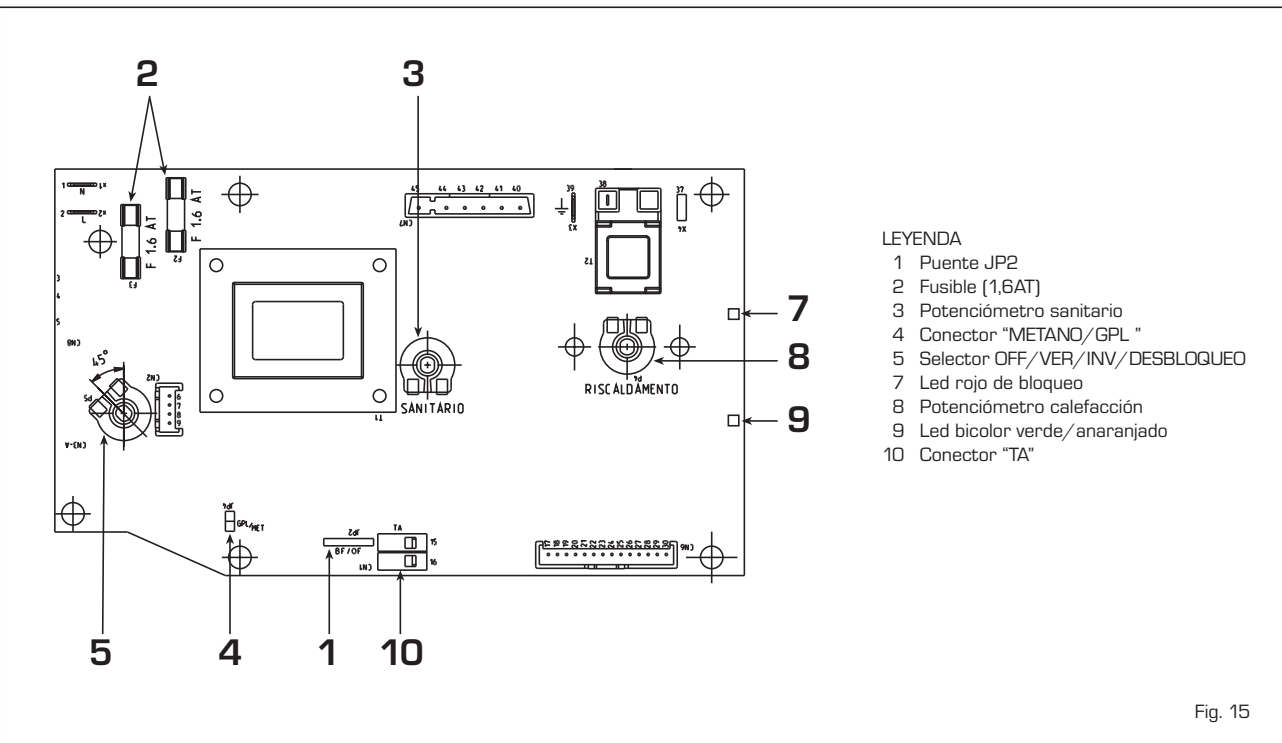

Fig. 15
La ficha electrónica presenta los dispositivos siguientes (fig. 15):
- Desmontar el colector quemadores (3).
- Substituir los inyectores principales (6) y la arandela de cobre (4) suministrados en el kit; para efectuar esta operación, utilizar una llave fija $\varnothing 7$.
- Desplazar el puente del conector "METANO/GPL" de la ficha en la posición correspondiente al gas utilizado (4 fig. 15).